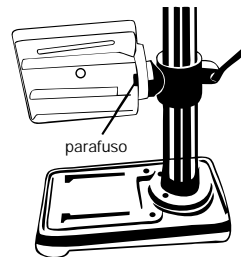

FIGURA 11
3. Volte a apertar o parafuso (Figura 11).